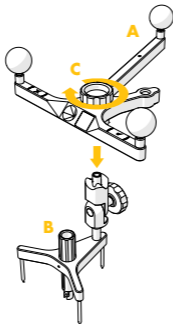

図3
4.1.2. ユニバーサルベーススカルにトラッカーを取り付ける (図3)